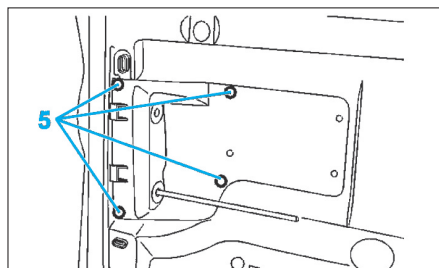

Fig. 36
- Déconnecter la biellette (3).
- Déposer les fixations (4) du mécanisme de verrouillage.
- Déposer les fixations (5) du cache d'accès à la poignée extérieure (Fig.36).